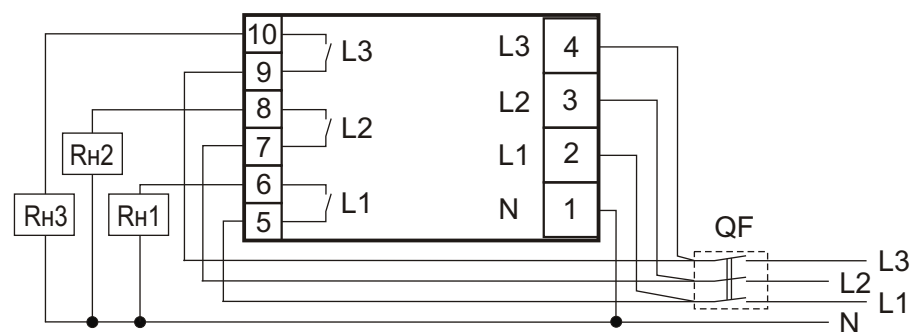

Рис. 2. Схема подключения нагрузок к устройству RN 30-42
8.2. Подключите нагрузку к изделию согласно рис. 2. Для этого используйте одножильный или многожильный провод с двойной или усиленной изоляцией сечением, соответствующей мощности нагрузки. Заземленная нейтраль **N** подключается на контакт 1 изделия и нагрузкам. Фазное напряжение **L1, L2, L3** подается через автоматический расцепитель **QF** и подключается к силовым контактам 5, 7, 9 и контактам устройства 2, 3 и 4 изделия. Кроме того, нагрузки подключаются к контактам 6, 8, 10 изделия.